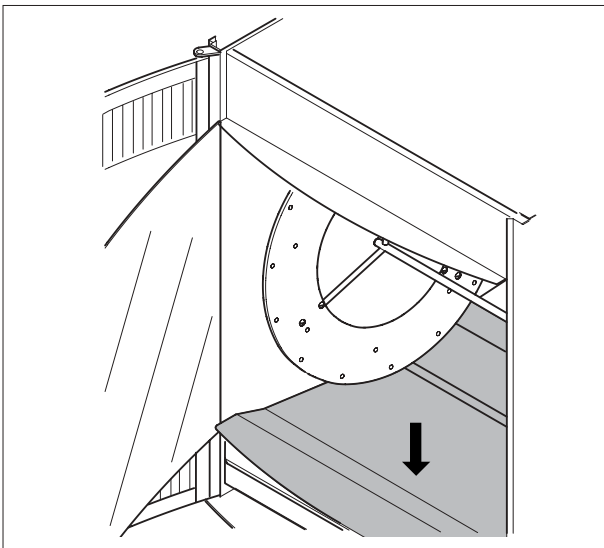

Abbildung 2.1
- Legen Sie die Bodenplatten in den STG (siehe Abbildung 2.1).